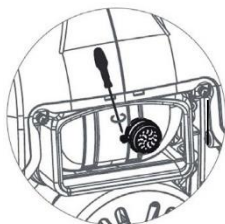

Рисунок 4-7. Екран іскрогасника
- Див. Рисунок 4-7. Зніміть затискач, щоб зняти фіксатор.